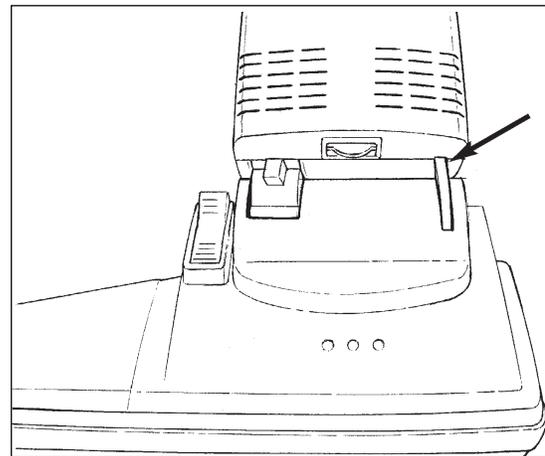

Figura 3
- c. Baje el alojamiento del depósito completamente y colóquelo en el depósito del cepillo hasta que la clavija haga clic en su lugar y se trabe (consulte la figura 3).